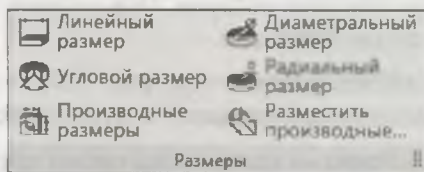

Рис. 18.14. Панель инструментов Размеры
- Панель инструментов **Размеры** (рис. 18.14) — содержит кнопки команд для построения линейных, угловых, радиальных и диаметральных размеров;